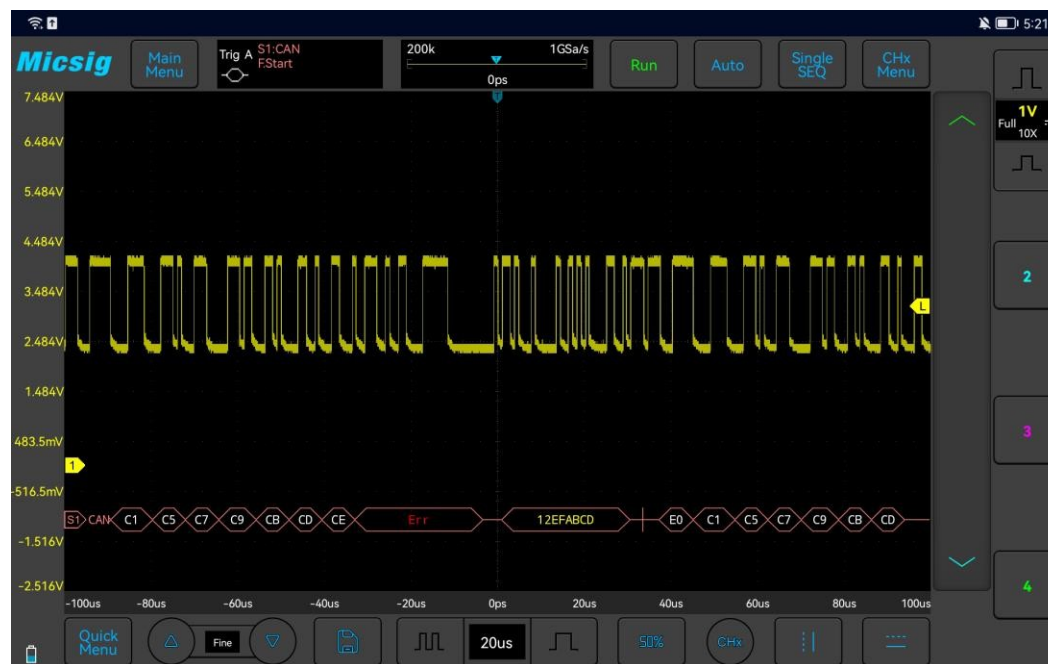

Abbildung 11-7 CAN-Schnittstelle
- (1) Tippen Sie auf S1, um den Dekodierungskanal zu öffnen, und klicken Sie erneut auf S1, um das Buskonfigurationsmenü zu öffnen.
- (2) Wählen Sie als Bustyp „CAN“ aus und klicken Sie dann auf „Ch1“, „Idle High“ und „1Mb/s“. Klicken Sie nach der Einstellung auf den leeren Bereich, um das Menü zu schließen.
- (3) Öffnen Sie das Menü zur Konfiguration des Triggermodus und klicken Sie auf „Frame Start“.
- (4) Passen Sie den Schwellenwert entsprechend der Signalamplitude an. Die grafische Oberfläche des CAN-Triggers ist in Abbildung 11-7 dargestellt: